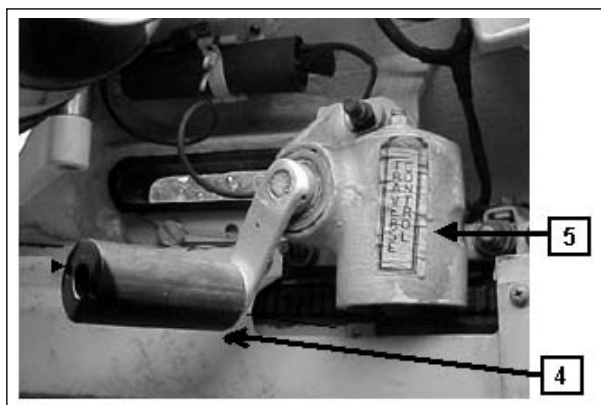

Fig 4-110. Punho de giro manual da Mtr .50
(2) Punho de giro manual da torreta (Fig 4-110) - O punho de giro manual da torreta se encontra à direita da torreta, montado sobre uma caixa de engrenagens(5) solidária a torreta. Ao ser acionada, suas engrenagens se apóiam na cremalheira da torreta, fazendo-a girar.